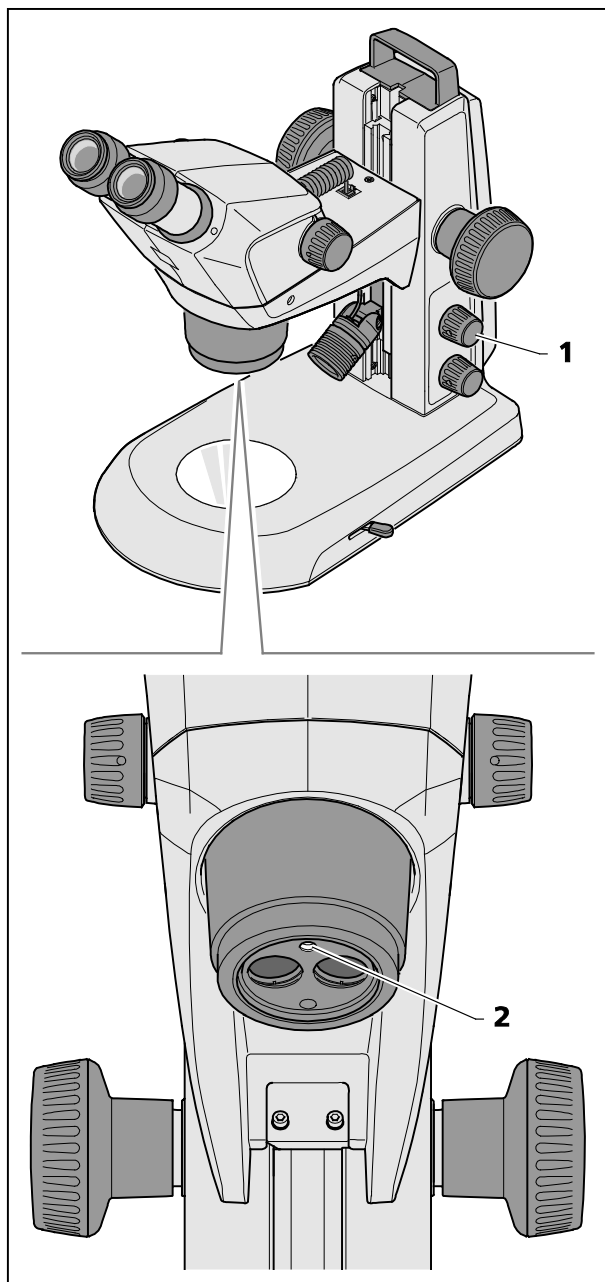

图 20 设置垂直照射
- 单击旋钮 (图 20/1) 可依次打开或关闭垂直照射 (图 20/2)。